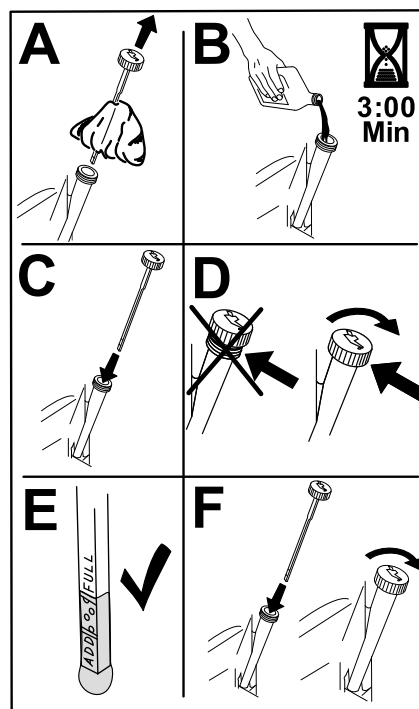

Figura 43
- Turnai încet aproximativ 80% din uleiul specificat în tubul de umplere i adăugai lent ulei suplimentar pentru ca acesta să ajungă la marcajul Complet (Figura 43).